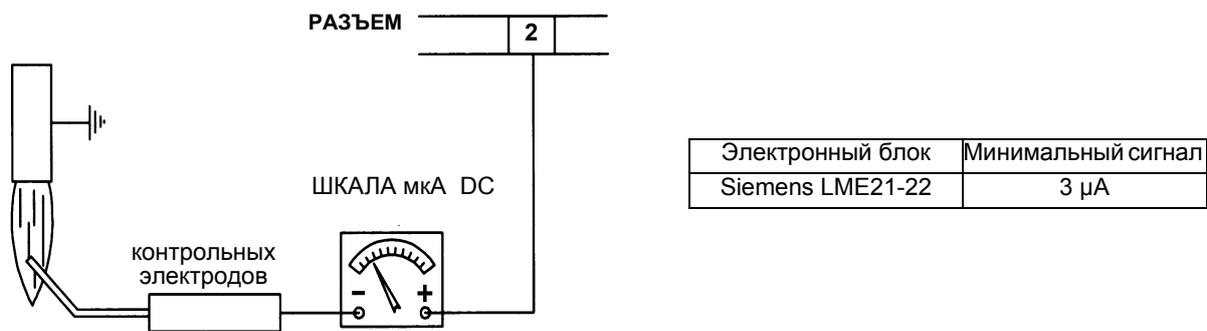

Рис. 38
- Проверить запальный и контрольный электроды, почистить, подрегулировать и, при необходимости, заменить (см. Рис. 45). В случае возникновения сомнений, проверить систему контроля после запуска горелки, следуя схемам на Рис. 38).
В случае блокировки горелки, необходимо провести следующие проверки. Чтобы измерить сигнал детектирования, следуйте схеме на Рис. 38. Если сигнал ниже указанного значения, проверьте положение контрольного электрода, электрические